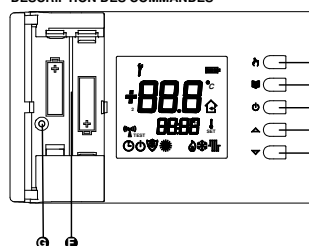

Fig. 1
2. Introduire correctement les batteries (en respectant la polarité correcte) dans le compartiment des batteries (Fig. 1), ne pas utiliser des piles déchargées, utiliser des piles alcalines.
1. Ouvrir le volet qui donne l'accès au logement des piles (Fig. 1).